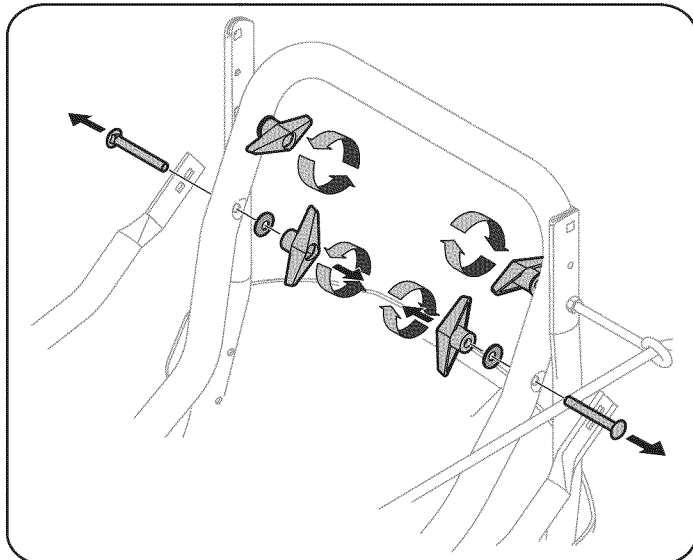

Figura 1
2. Retire la tuerca de mariposa inferior, arandela Belleville y perno del carro de cada lado de la manija superior, como se muestra en la Figura 1.